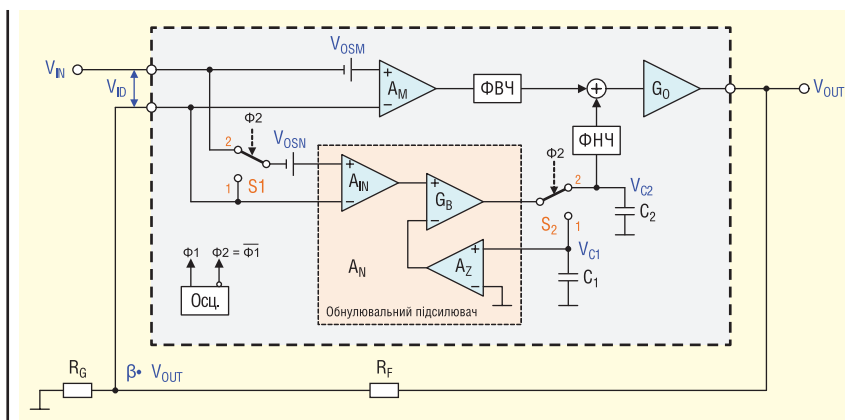

Рис. 2. ISL28134: фаза підсилення
У фазі підсилення OSC переводить обидва перемикачі в положення 2 (рис. 2). У цій конфігурації A_N підсилює V_{C1} на множник A_Z , віднімає його від підсиленого диференціального вхідного сигналу ($A_{IN}(V_{OSN} + V_{ID})$) і заряджає конденсатор C_2 на підсилену різницю до $V_{C2} = G_B[A_{IN}(V_{OSN} + V_{ID}) - A_Z V_{C1}]$. Замінюючи V_{C1} рівнянням (1) і розв'язуючи його для V_{C2} , отримуємо рівняння (2):